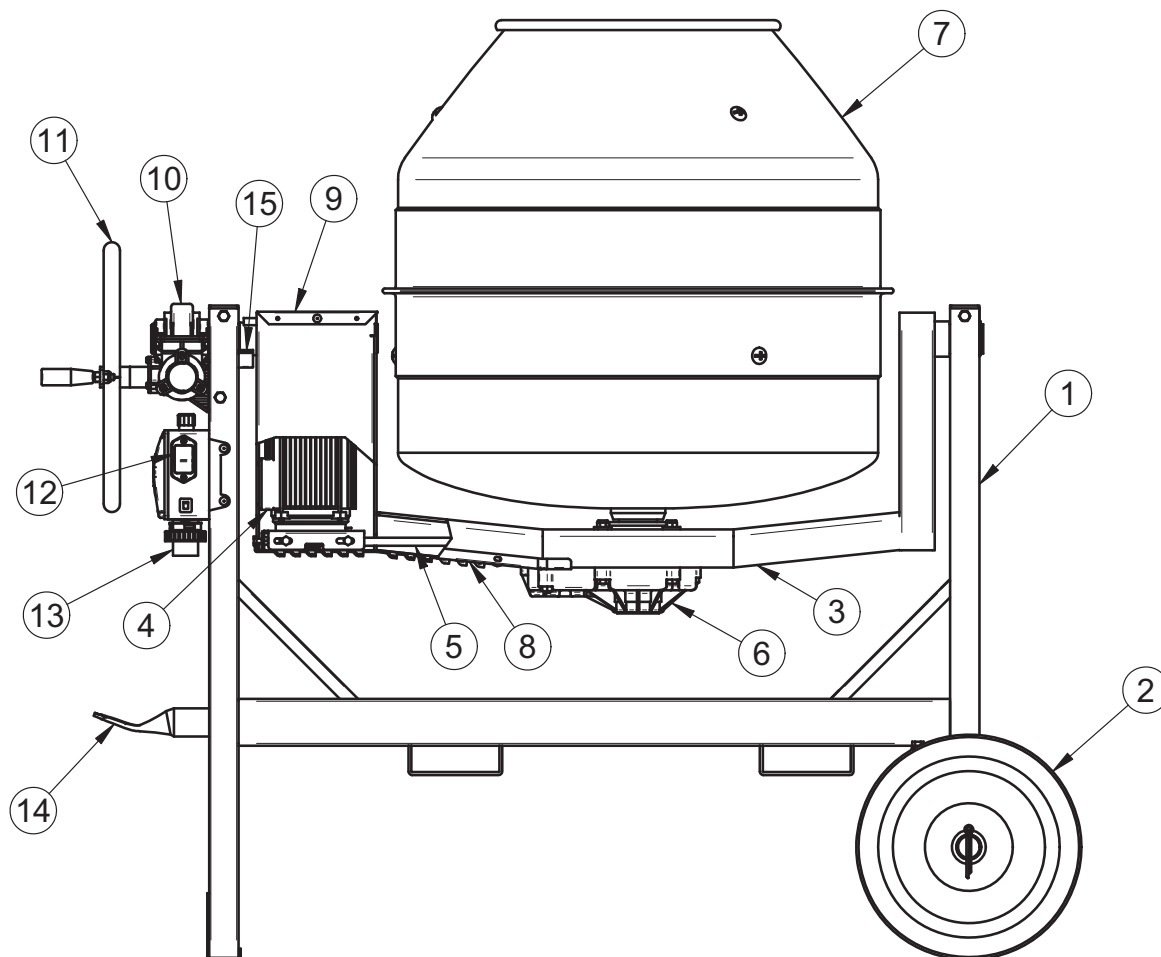

FIG.1
La hormigonera está compuesta por un bastidor (ref.1, fig.1) con dos ruedas rígidas (ref.2, fig.1), el cual sostiene un brazo oscilante (ref.3, fig.1).
Sobre éste último se encuentra montado el reductor (ref.6, fig.1), que viene puesto en movimiento por el motor eléctrico (ref.4, fig.1) mediante una correa poly-V (ref.5, fig.1).
Sobre el árbol de salida cónico del reductor está acoplada la cuba de mezcla (ref.7, fig.1), bloqueada en posición con un tornillo.
El vuelco del tambor se efectúa por medio de la rotación manual del volante (ref.11, fig.1), que actúa sobre el reductor rueda helicoidal-tornillo sinfín (ref.10, fig.1) conectado al brazo.
El encendido y la parada del motor eléctrico se realizan por medio de dos pulsadores específicos presentes en el cuadro eléctrico (ref.12, fig.1).
En el cuadro eléctrico se encuentra el enchufe (ref.13, fig.1) para la conexión a la alimentación eléctrica.
Para el desplazamiento en la obra (con máquina descargada) se debe usar la manija (ref.14, fig.1).
⚠ - **Para detener la hormigonera se ha de utilizar exclusivamente el interruptor específico (ref.12, fig.1).**
⚠ - **Si se quitan las cubiertas de protección para efectuar las reparaciones, al final del trabajo es imprescindible volver a montarlas (rif.8 y 9 fig.1)**
Para evitar que el cable de alimentación del motor eléctrico se retuerza y se dañe, está montado un tope (rif.15, fig.1) que impide la rotación completa del tambor mezclador.
En la hormigonera IMER los puntos peligrosos están protegidos con dispositivos de seguridad específicos, que deben mantenerse en condiciones perfectas y estar siempre montados; por ejemplo, la cubierta de la correa de transmisión (rif.8, fig.1).
⚠ - **El vuelco de la cuba de mezcla tiene un tope de parada (ref.15, fig.1) para impedir la rotación completa y, por lo tanto, evitar que se dañe el cable eléctrico de conexión al motor. No acercar partes del cuerpo a dicha zona durante la inclinación.**